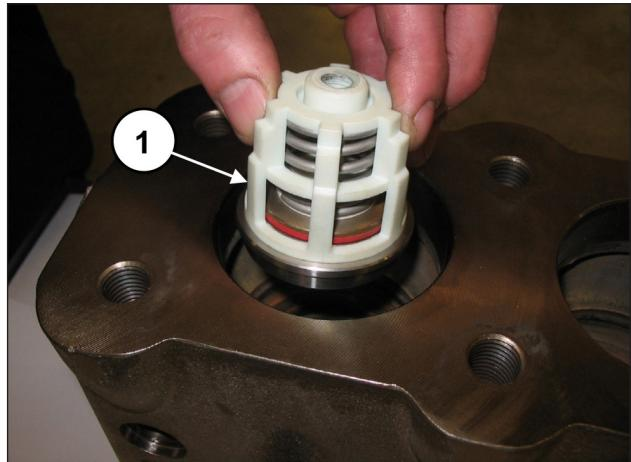
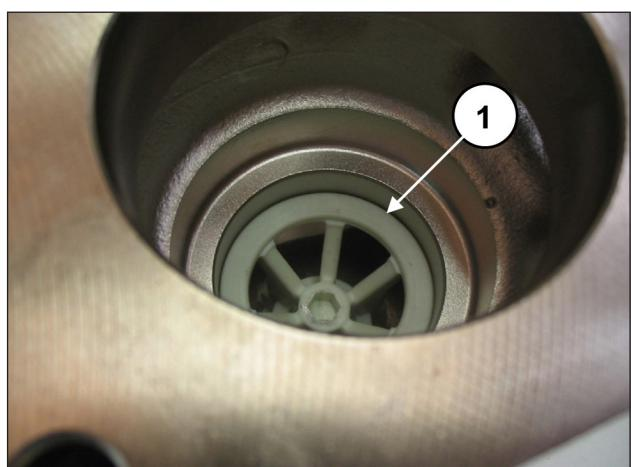

图 115
图 116
插入吸入阀组(位置①, 图 115)接着拆除定距块(位置①, 图 116)。
整个阀组必须完全插入到底, 并应如①, 图 116 所示。